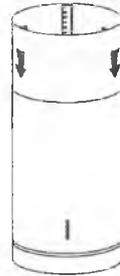

Рис. 7
7. З'єднати розширювану трубу з випускним каналом; перевірити, що все виконано правильно і опустити зовнішню витяжну трубу. Монтаж витяжки завершено. Див. Рис.7 і 8.
7. Встановити внутрішню витяжну трубу на корпус витяжки. Див. Рис. 7.